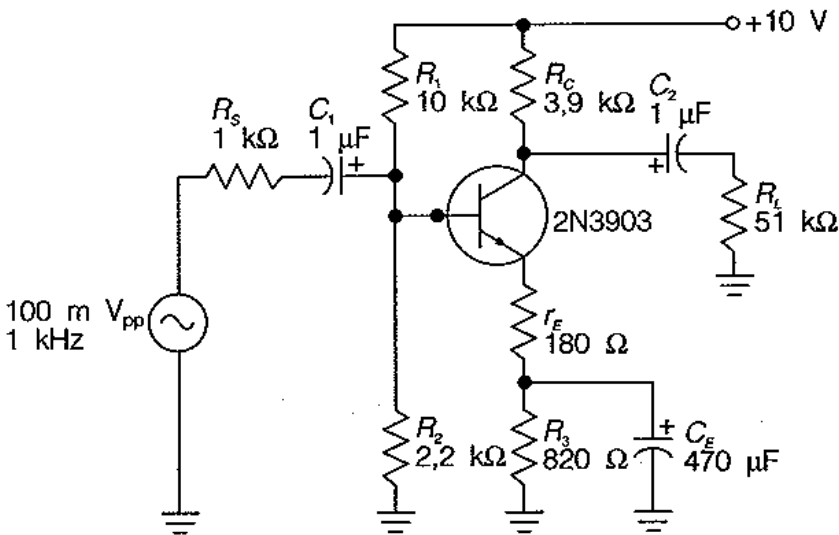

FIGURA 2
- 6 Na Figura 2, suponha um h_{fe} de 150 e calcule a impedância de entrada do estágio. Calcule também a tensão pico a pico na base e no coletor. Anote suas respostas na Tabela 2.